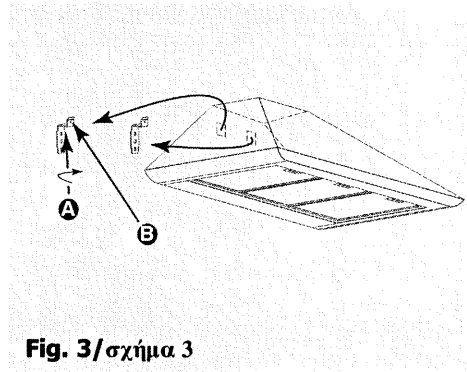

Fig. 3/σχήμα 3
- Desmonte os filtros da cassete (**fig. 3**).
- Fixe o extractor de fumos pelas aberturas rectangulares. O tamanho destes cortes permite-lhe um ajustamento para a esquerda ou para a direita (**fig. 3**).
Ajustar a altura e o nível manobrando os parafusos de ajustamento «A» dos suportes e em seguida bloquear o extractor de fumos contra a parede apertando os parafusos «B» (Fig. 3).